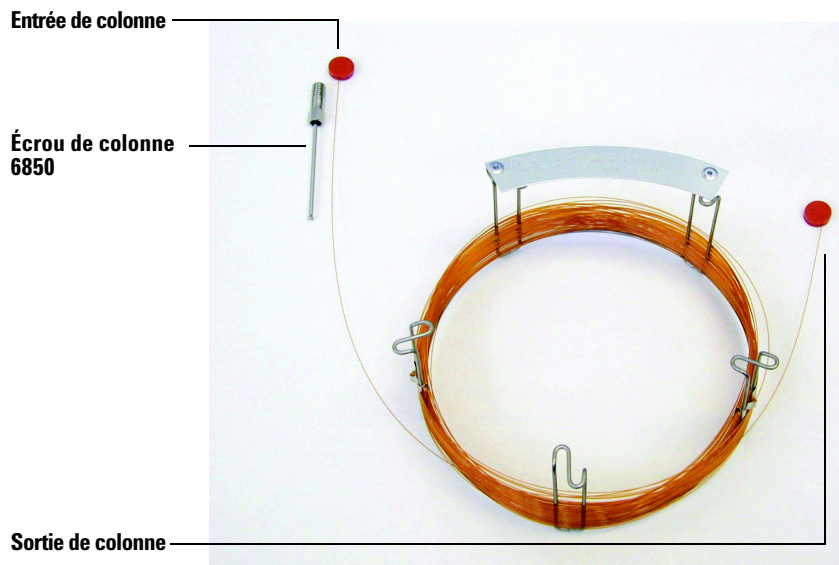

Figure 2 Colonne
- 1 Déposer la colonne (19091S-433E, se trouve dans le kit expédié avec le CPG) à plat sur une surface propre, l'étiquette face à l'utilisateur en position 12h. Noter que les extrémités d'entrée et de sortie de la colonne sont orientées de la même manière que pour l'utilisation d'un détecteur CPG et que la sortie de la colonne est à l'arrière (plus près des pales du ventilateur) du support de colonne. Voir Figure 2.